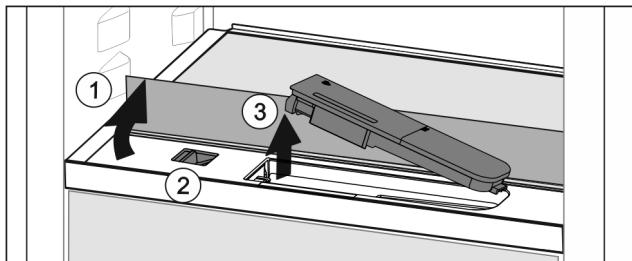

Fig. 57
- Підняти скляну панель і відкинути до упору назад Fig. 57 (1).
- Посуньте повзунок Fig. 57 (2) уліво.
- Вийняти бак для води Fig. 57 (3).